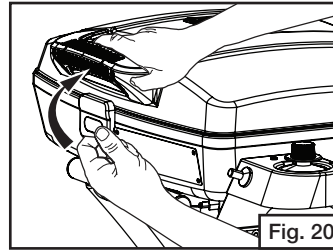

Fig. 20
- Para abrir la tapa, desengánchela de la manija y llévela hacia arriba. (Fig. 20)